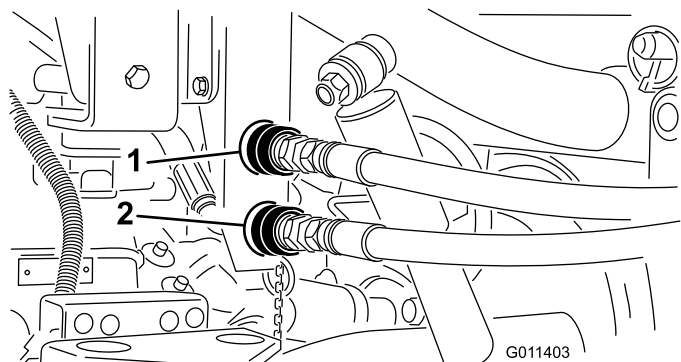

Figure 17
- Nettoyez les raccords rapides du TopDresser (Figure 17) avant le branchement pour éviter de contaminer le système. Après le nettoyage, fixez les raccords rapides au Workman. Les flexibles sont marqués "A" et "B" et doivent être mis en correspondance avec les raccords rapides lors de la pose. Vérifiez que les deux raccords rapides sont complètement engagés.
Remarque: Les raccords montrés à la Figure 17 sont ceux des véhicules jusqu'au numéro de série 239999999.